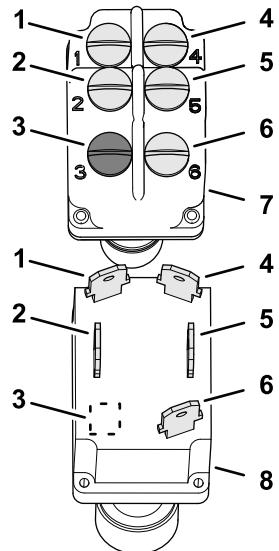
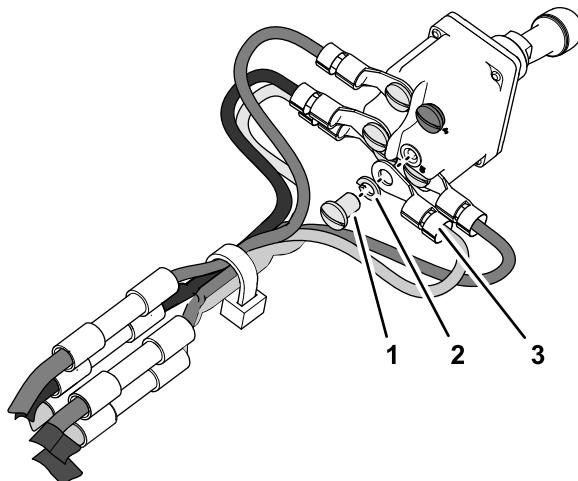

Figura 5
Figura 6
- Con los chaveteros alineados, identifique los puntos de contacto de los interruptores de la TDF nuevo y antiguo (Figura 5).
- Retire el tornillo y la arandela de freno del circuito B del interruptor de la TDF nuevo (Figura 5).
- Usando la tabla de identificación de circuitos de Retirada del interruptor de la TDF \(página 3\), conecte el terminal de anillo del adaptador del arnés de cables del circuito del contacto B (marcado con cinta) al interruptor de la TDF nuevo, usando un tornillo y una arandela de freno (Figura 6).
5. Retire el tornillo y la arandela de freno del circuito C del interruptor de la TDF nuevo (Figura 5).
6. Usando la tabla de identificación de circuitos de Retirada del conector hembra de 5 vías \(página 2\), conecte el terminal de anillo del adaptador del arnés de cables del circuito del contacto C (marcado con cinta) al interruptor de la TDF nuevo, usando un tornillo y una arandela de freno (Figura 6).
7. Usando la tabla de identificación de circuitos, conecte los terminales de anillo de los circuitos de los contactos A, D, y (en su caso) E al interruptor de la TDF nuevo con tornillos y arandelas de freno (Figura 5 y Figura 6).